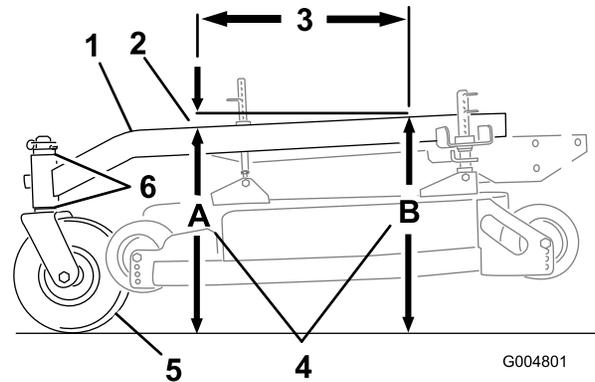

Figure 69
L'inclinaison avant/arrière du bâti porteur doit être comprise entre 3 mm (1/8 po) et 9 mm (3/8 po) sur 61 cm (24 po) de sa longueur (Figure 69).
- Mesurez 61 cm (24 po) sur le bâti porteur (Figure 69).
- Mesurez la hauteur du bâti porteur au point A (Figure 69).
- Mesurez la hauteur du bâti porteur au point B (Figure 69).
- La hauteur au point A doit être inférieure de 3 à 10 mm (1/3 à 3/8 po) par rapport au point B (Figure 69).
- Si ce n'est pas le cas, déplacez les entretoises des roues pivotantes de manière à obtenir l'inclinaison voulue de 3 à 10 mm (1/8 à 3/8 po) (Figure 69).